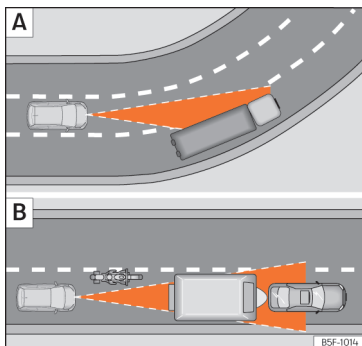

Fig. 155 [A] Veículo numa curva. [B] Motociclo que circula à frente, fora do raio de alcance do sensor de radar.
O ACC poderia não detetar em curva o veículo precedente ou poderia regular a distância com veículos que se encontram noutras faixas » **Fig. 155 [A]**.
- Veículos que circulem desalinhados ou fora da zona de deteção do sensor, por exemplo, motociclos » **Fig. 155 [B]**